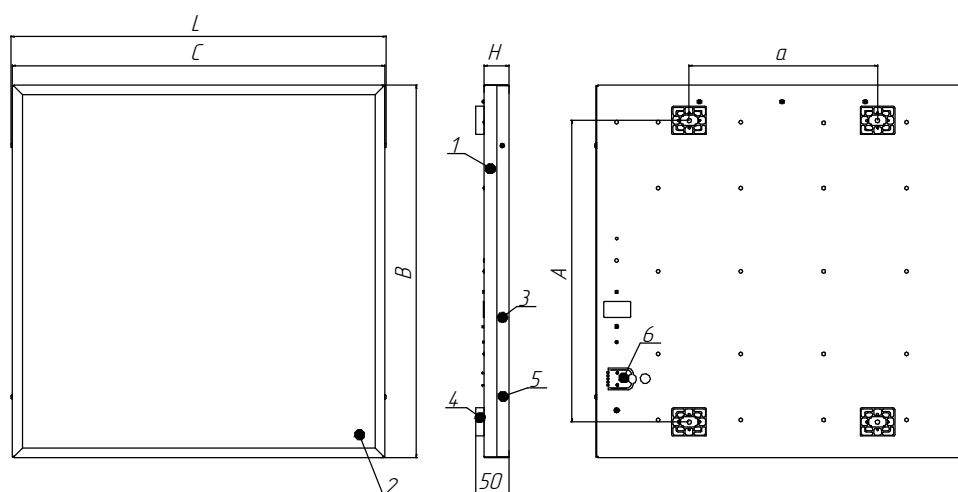

Рисунок 2 - Общий вид светильников
1) Снимите боковую планку поз.3, отвернув удерживающие ее винты поз.5 (см. рисунок 2).